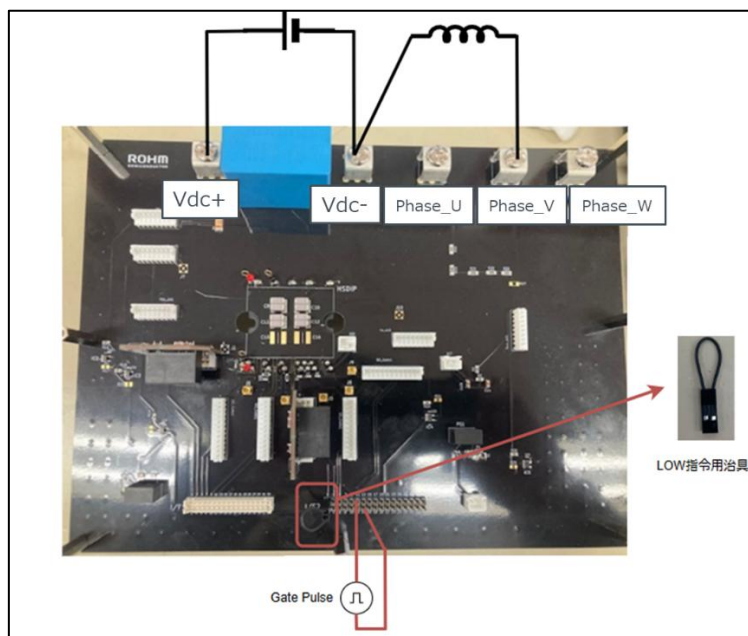
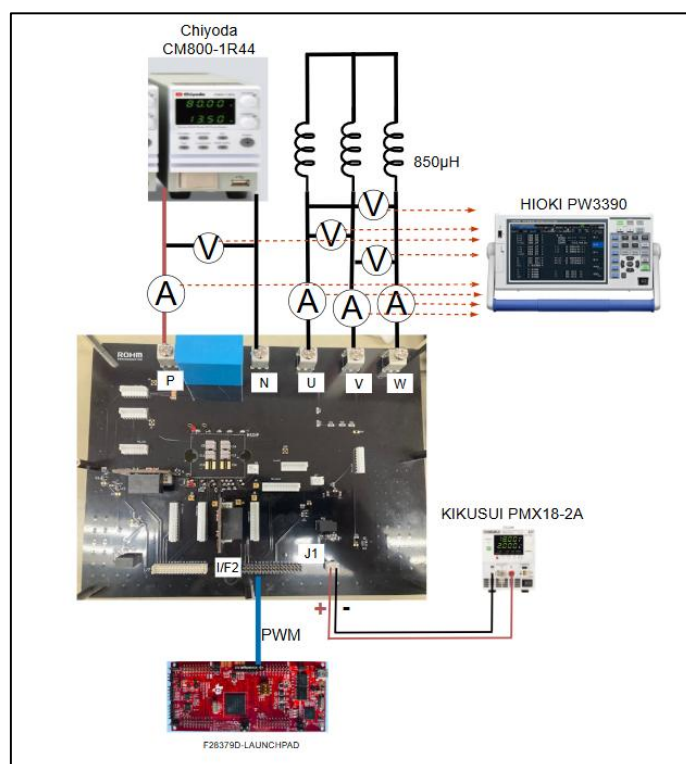

Figure.4-1 DPT 試験時の主回路配線
Figure 4-2. 連続通電時の主回路配線例
手順① Figure 4-1.及び Figure 4-2.の配線例のように主回路部分の配線を行ってください。主回路部分のターミナルのネジ径は M5 です。